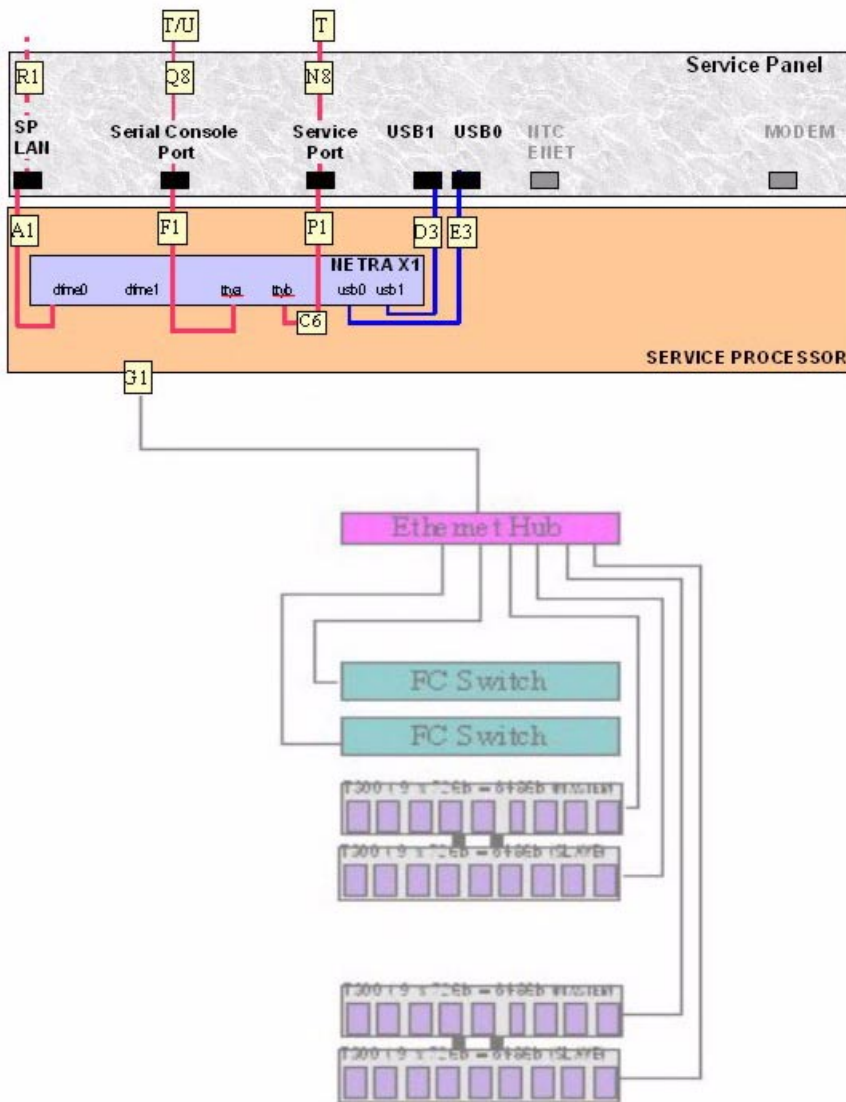

FIGURE 6-11 Panneau de service du processeur de maintenance
L'accès au processeur de maintenance se fait par le panneau de service. Le panneau de service est fixé à l'arrière des systèmes de stockage Sun StorEdge, séries 3900 et 6900, à l'intérieur du couvercle arrière. Les fonctions du processeur de maintenance sont réalisées en utilisant un câble de console connecté, du port série de la console sur le panneau de service, à un ordinateur portable ou au port série d'une station de travail ou d'un serveur (les câbles et adaptateurs DB9 et DB25 sont fournis avec le système de stockage). La FIGURE 6-11 indique le panneau de service et ses connexions au processeur de maintenance.
5. Identifiez l'emplacement de chaque câble à l'intérieur du panneau de service comme indiqué dans la FIGURE 6-11, le TABLEAU 6-5 et le TABLEAU 6-6. Retirez tous les câbles de l'intérieur du panneau de service.
6. Fermez le panneau de service. Identifiez l'emplacement de chaque câble à l'extérieur du panneau de service comme indiqué dans la FIGURE 6-11, le TABLEAU 6-5 et le TABLEAU 6-6. Retirez tous les câbles de l'extérieur du panneau de service.